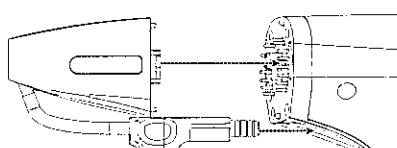

图 2 电极头安装
1. 将电极头上的两个卡扣对准手持件上的两个卡槽后插入电极头(图 2);